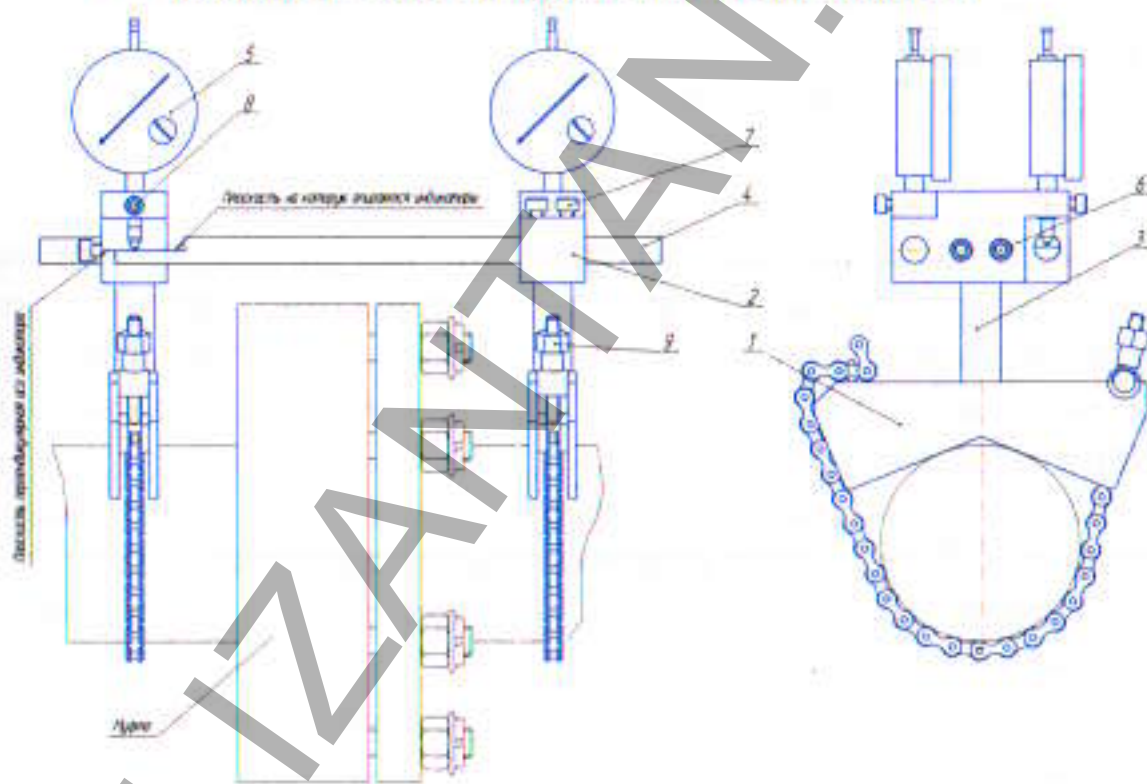

Рис.1
1.3.2 Набор приспособлений состоит из двух призм, поз.1, (рис.1) закрепляемых на валах (ступицах или фланцах полумуфт) механизмов при помощи цепей с гайками натяжителя, поз.9. В каждую из призм ввернута вертикальная стойка, поз.3, на которую установлен держатель, поз.2. Держатель крепится на вертикальной стойке при помощи винтов, поз.6. В каждый из держателей установлен индикатор ИЧ-10, поз.5 и горизонтальная штанга, поз.4.
2.6.1. Установите устройство для измерений на собранную муфту, как это показано на рис.1.